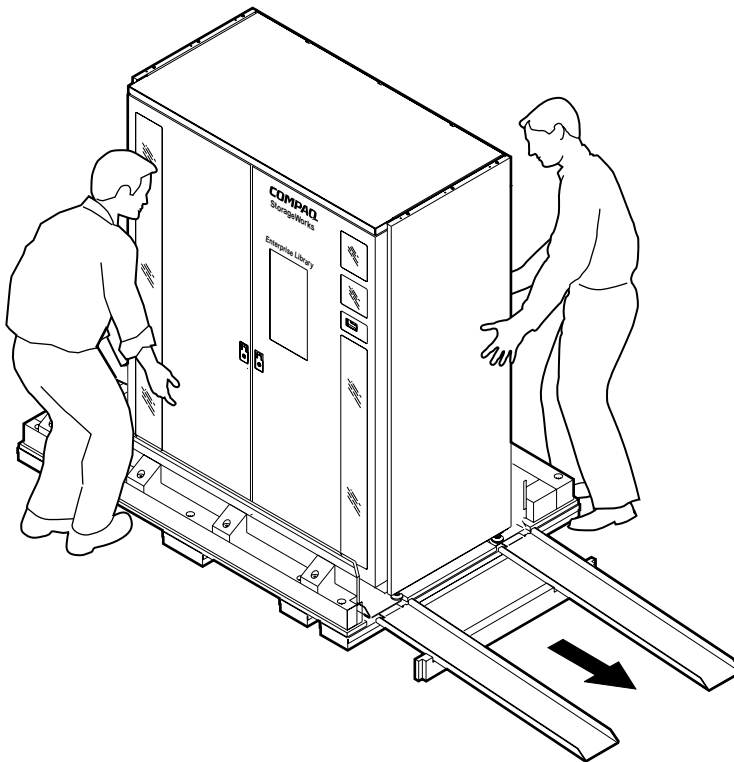

図4-13: ランプを使ってライブラリを降ろす
7. 別の人の補助を得て、ライブラリをそっとランプの方へ移動し、ランプの上をゆっくりと降ろすように支えます（図4-13を参照）。ライブラリがすべらないようにしっかり支えてください。